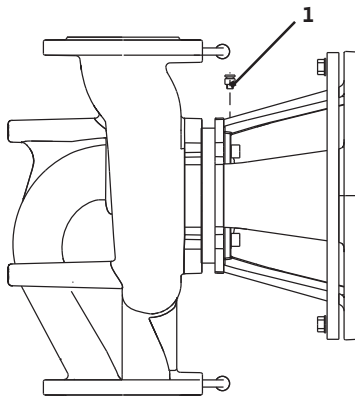

Fig. 41: Válvula de ventilación
- Purgue las bombas soltando las válvulas de ventilación (Fig. 41, pos. 1). La marcha en seco daña el cierre mecánico de la bomba. No purgue la sonda de presión diferencial (peligro de daños).